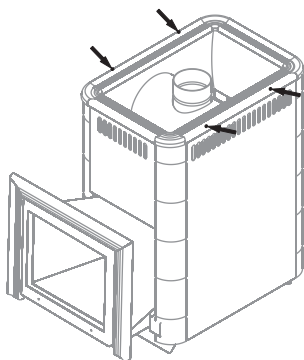

Рисунок 8. Винты для демонтажа рамки конвектора печи «Ангара Витра»
1. Снять рамку конвектора, открутив 4 самореза (рисунок 8)